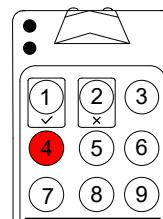

Figure 8
- Dans la zone de sélection des réglages, le bouton 4 avec le réglage actuel qui correspond à la hauteur du radar de 4–5 m (*Fig. 8*) sera mis en surbrillance.